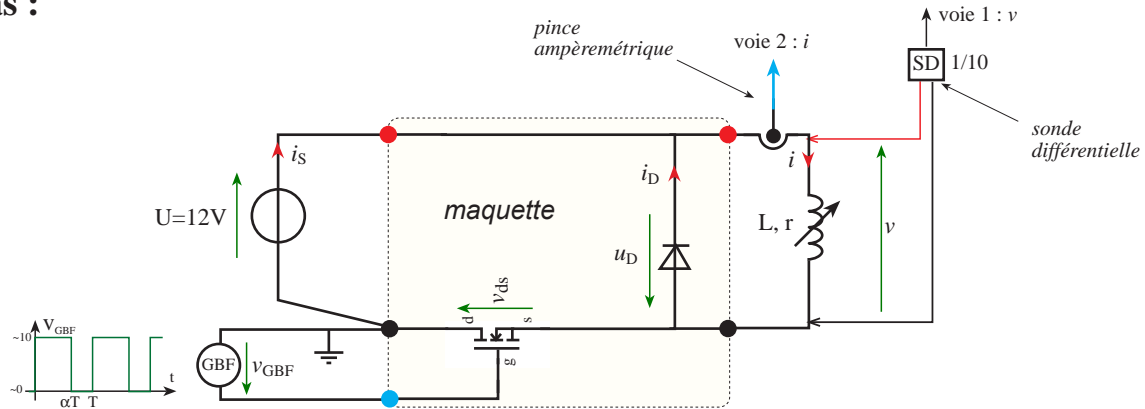

figure 1
- 3.5. Lorsque le GBF est réglé, relier sa sortie sur le hacheur entre le drain D (réf.) et la grille G. (Voir la figure 1).